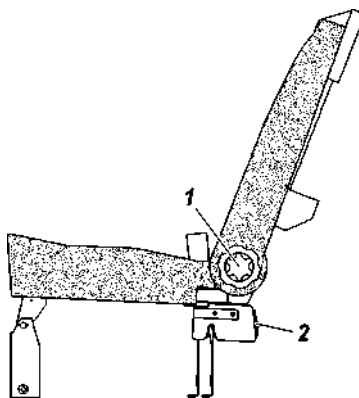

Рис. 3.10. Заднее трехместное сиденье:
-вниз также усилием руки, но при нажатой кнопке 3 (рис. 3.10) фиксатора подголовника.
Заднее трехместное сиденье (рис. 3.10) может быть разложено для организации спального места или сложено для увеличения объема грузового помещения.
- вращением ручек 1 (рис. 3.10) наклоните спинки заднего трехместного сиденья назад до упора;
- вращением ручек 1 (рис. 3.10) наклоните спинки заднего сиденья вперед до упора;
- расфиксируйте замки заднего сиденья ручками замка 2 (рис. 3.10);